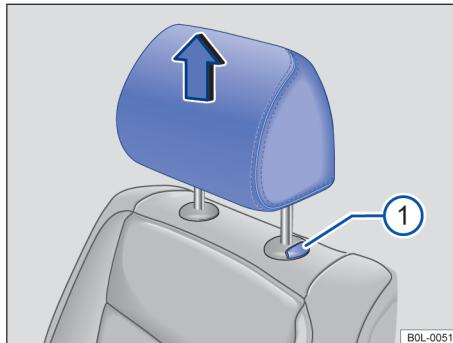

图 63 拆卸前排座椅头枕
- 按住按钮 → 图 63 ①，同时将头枕完全拉出。
- 按住按钮 → 图 63① 并下推头枕。